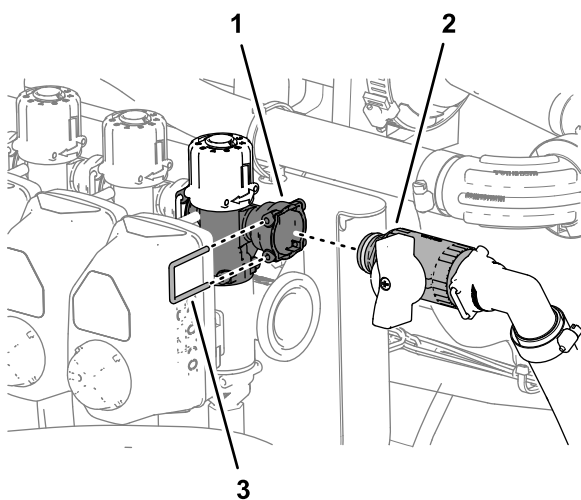

Figura 113
desligação rápida (tomada) da válvula de distribuição (Figura 113).
2. Prenda as uniões de desligação rápida da válvula de bloqueio de distribuição e da válvula de distribuição com o retentor (Figura 113) que removeu no passo 3 de Posicionar as válvulas de distribuição – máquinas sem o kit de varinha manual opcional ou o kit de cilindro de tubagem elétrico opcional (página 34).